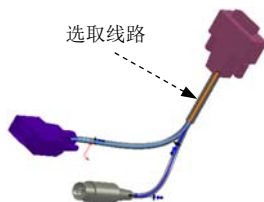

图 11.8.41 选取线路
Step10. 电气特性。右击图 11.8.41 所示的线路, 在弹出的快捷菜单中选择 **电气特性** 命令, 系统弹出“电气特性”对话框; 在“电气特性”对话框的 **电线清单** 区域中显示了五条电线, 点击其中的一条电线, 就会在 **属性** 区域中显示此条电线的属性。单击对话框中的  按钮。